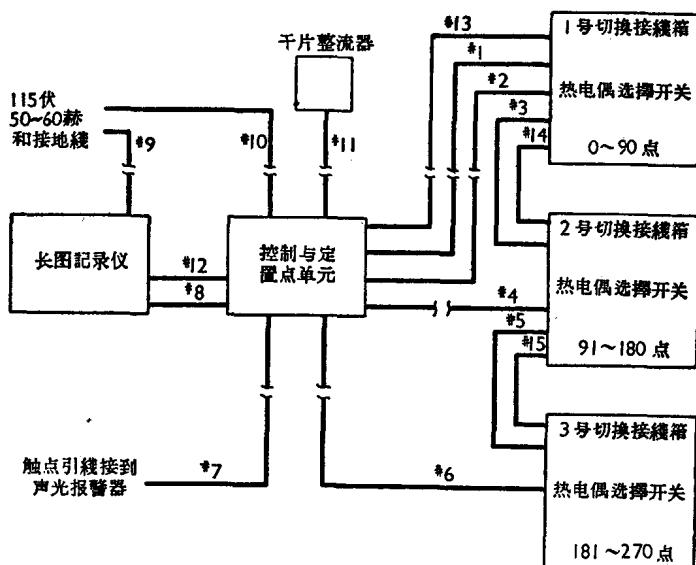

图 9-4 270 点的溫度巡測裝置
何時間供給操作人員一切所需的数据；(2)自动将每一次輸入的信号与主信号、排信号或单个參比信号相比較，以便按額定幅值确定每个参数的数值；(3)自动操作程序使系統利用得最好；(4)有自校的特点，可以保証連續工作；(5)可以将数字或模拟量印出；(6)有灵活的打印系統，操作人員可任选一种輸出方式：当温度超出給定值时打印、連續打印、不打印或手动选点打印等；(7)每排有单独的給定值。图 9-4 所示的装置可以連續巡測达 270 点，并且能記录超出預定限的各温度点。它仅仅記录超出定限的各点，并且在某点温度超出定限时发出声和光的信号报警。
图 9-4 說明一台 270 点的温度巡测装置, 它包括: (1) 一台长图连续记录平衡电位差计; (2) 一台控制及定值单元; (3) 热电偶选择开关; (4) 一台整流器。记录仪用多色打印轮, 当选在失常打印时, 它就打出数字和记号。其中有一个由打印机构推动的快动作开关, 当打印轮由一个温度点进到下一点时, 这个开关就发一个直流脉冲给热电偶选择步进器。每一个脉冲推动一下棘齿, 使接至下一个热电偶。巡测速度是由打印机构速度所控制(每秒一点)。打印机构和步进开关以及记录仪中旋转选择开关保持同步, 这选择开关就由打印机构来驱动。热电偶选择器是旋转步进式的开关, 每只接 18 对输入电路, 它们沿热电偶输入端接线板装成几排(一箱接 90 点)。步进开关有 26 个步位, 热电偶占 18 步, 点号占 6 步, 巡测间隔时还原占一步, 另空去一步。控制单元(图 9-5)有一块总体控制板, 板面上有(1)选择开关, 可选: 停止巡测、连续监视和任一排重复巡测; (2) 选点开关, 可选: 超越定值时打印、各点连续记录、或不记录; (3) 校准开关; (4) 脉冲切断开关, 使留在某点上, 停止步进; (5) 人为脉冲开关; (6) 给定值调整器, 每排一个。区别排号和点号的指示灯也是装在这单元的门上。整流器将 120 伏交流电转换为 24 伏直流电供步进选择器用。